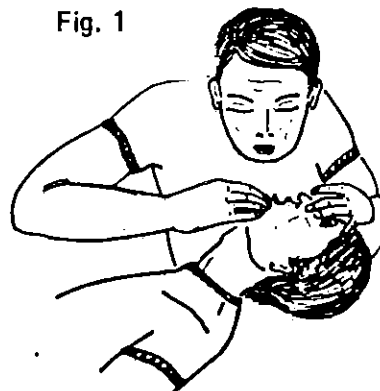

Fig. 2
3. — Le sauveteur inspire alors profondément, puis applique sa bouche largement ouverte (voir fig. 2) autour de celle de la victime, en appuyant pour éviter les fuites d'air. En même temps, il obture de sa joue les narines de la victime, empêchant ainsi que l'air ne ressorte par le nez. S'il n'y parvient pas, il doit pincer les narines entre le pouce et l'index de la main qui appuie déjà sur le front (un assistant peut s'en charger).